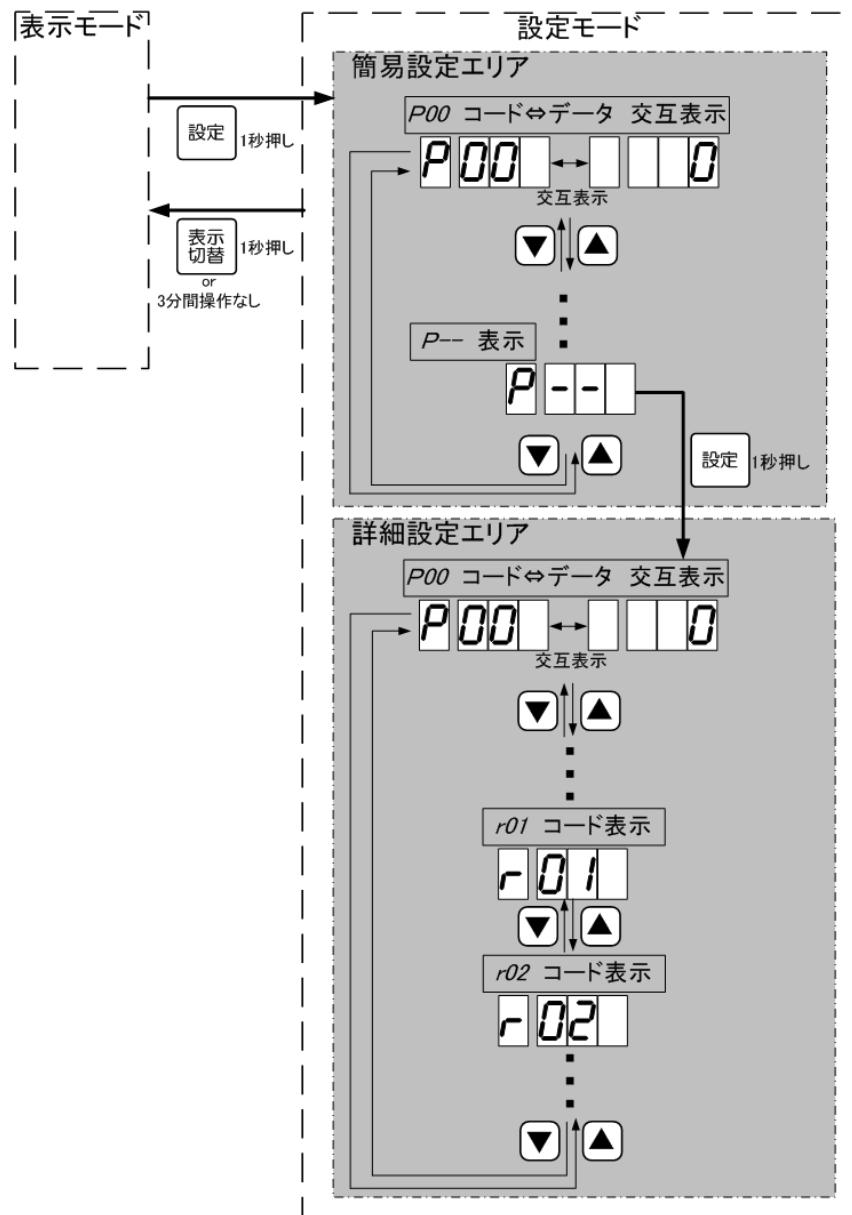

図17 設定モード内のコード *r 0 1* と *r 0 2*
製品の運転履歴として、ポンプ個別の積算運転時間と積算始動回数、警報履歴①と②を、設定モードから確認することができます。（図17）